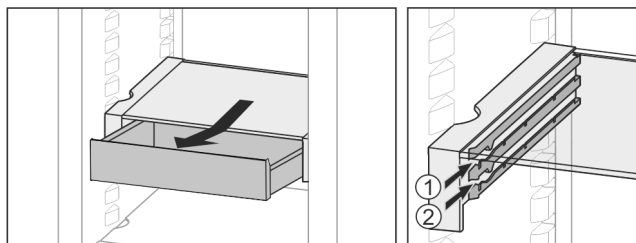

Fig. 31
- ▶ 在任意高度 Fig. 31 [1] 或 Fig. 31 [2] 推入。